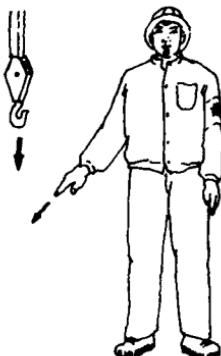

图 2-11 指示降落方向
11) “指示降落方向” 五指伸直，指出负载应降落的位置，如图 2-11 所示。